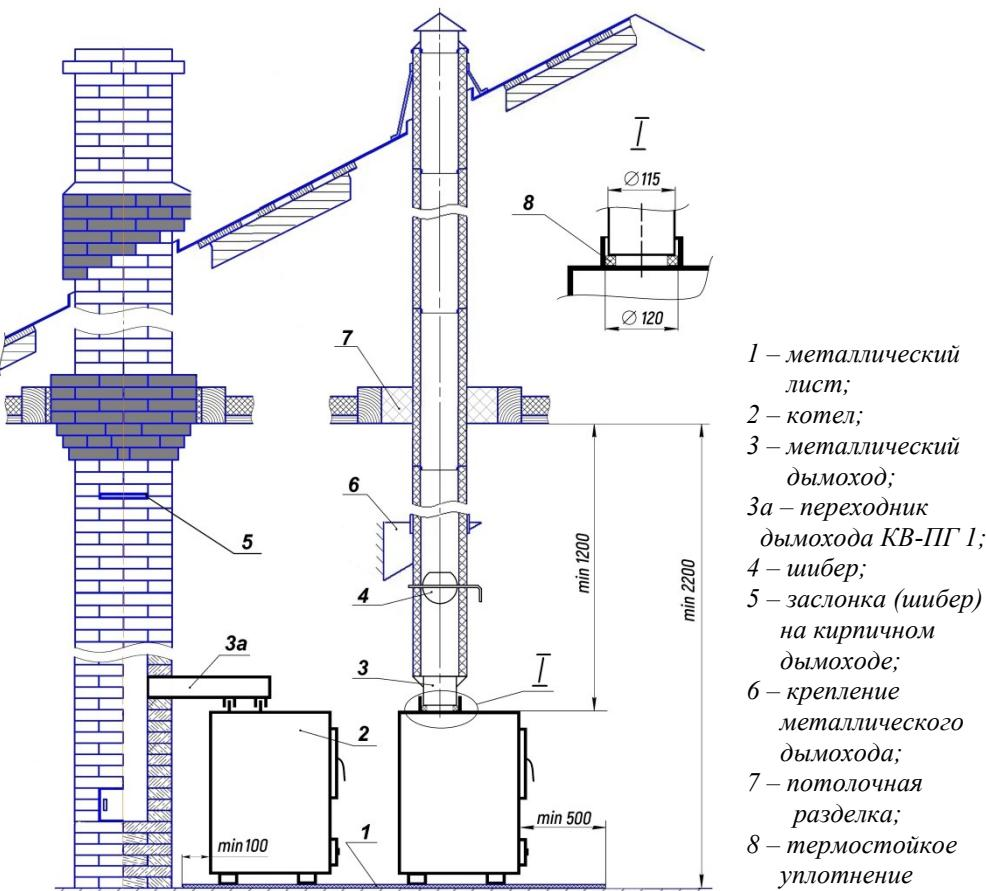

Рисунок 2. Схема монтажа котла и дымовой трубы
- 5.5.** Патрубок дымохода расположен на варочной плите. Верхнее расположение дымового патрубка предназначено для подключения котла к вертикальной стальной дымовой трубе (*см. рис. 2*).
- 5.6.** Для подключения котла к кирпичной трубе можно использовать переходник КВ-ПГ 1 (*поз. 7 на рис. 2*) – см. дополнительную комплектацию на с. 11.